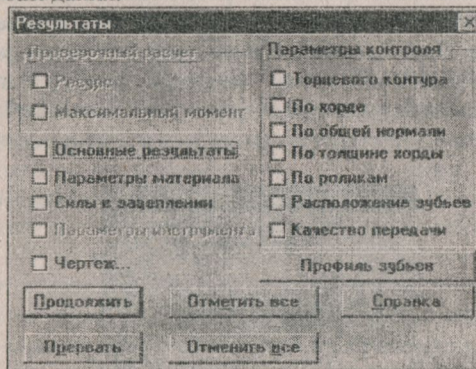

Рис. 2.13 Діалогове вікно вибору результатів для перегляду
Після того як був проведений розрахунок, Ви можете переглянути результати обчислення, вибравши команду *Результаты* головного меню. По цій команді з'являється діалогове вікно, що містить кнопки, кожна з яких відповідає за демонстрації окремої групи результатів. Уміст вікна залежить від типу передачі. Приклад діалогового вікна вибору результатів Ви можете бачити на рис. 2.13, де показано вікно вибору результатів розрахунку циліндричної передачі. Для полегшення вибору всіх результатів у вікнах, де груп результатів досить багато, додані кнопки – "Отметить все" і "Отменить все". Одержати довідку за результатами Ви можете, натиснувши кнопку "Справка". Вибравши необхідні Вам результати, натисніть кнопку "Ok". Після натискання цієї кнопки вікно вибору результатів закривається, і Ви попадаєте в ланцюжок показу діалогових вікон з результатами. У кожен момент часу для перегляду доступно тільки одне вікно. Перейти до іншого вікна можна натиснувши кнопку "Продолжить". Ви можете перервати показ результатів, натиснувши в будь-який момент часу кнопку "Прервать". Зазначена схема працює для всіх типів передач, крім пасових передач. Для цих передач по команді *Результаты* виводиться таблиця, що містить результати розрахунків для всіх типів ременів, що знаходяться в базі даних.
- Вибрати опцію *Чертеж...* в діалоговому вікні вибору результатів (рис. 2.13).